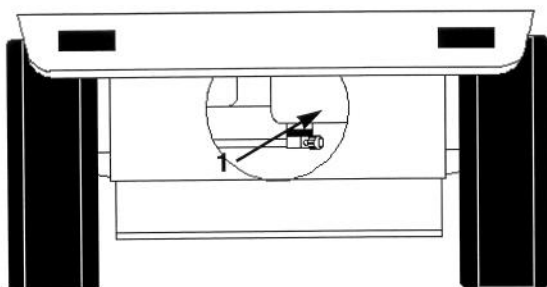

Bild 27
2. Den Kraftstoffhahn am Kraftstofftank schließen (Bild 27).
7. Den Kraftstoffhahn am Kraftstofftank öffnen (Bild 27).